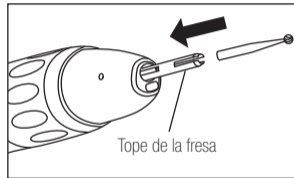

Fig. 3
- 2) Inserte el tope de la fresa completamente en la pinza. (Fig.3)